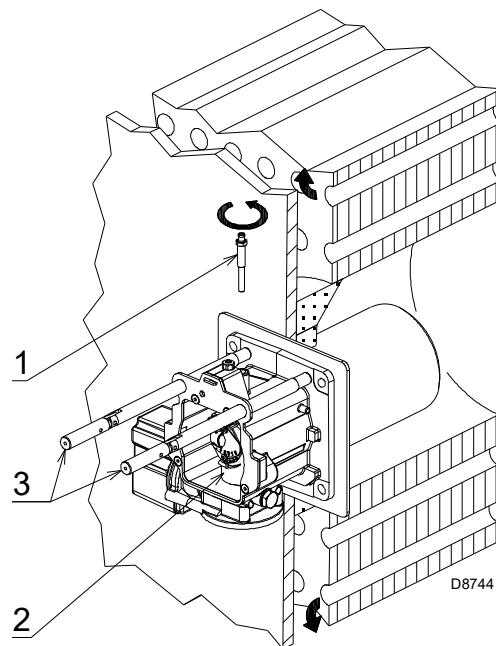

Рис. 14
- отвернуть винт 1) (Рис. 14)
- вынуть внутреннюю часть 2)(Рис. 14) головки и выполнить их настройку.
На этом этапе монтажа головка горения закрепляется на котле, как показано на Рис. 14.